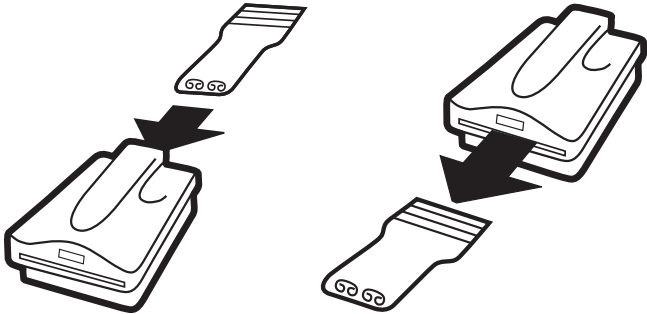

图 5
3. 将工具从加温器背面插入, 然后从正面将工具拉出 (参见图 5)。